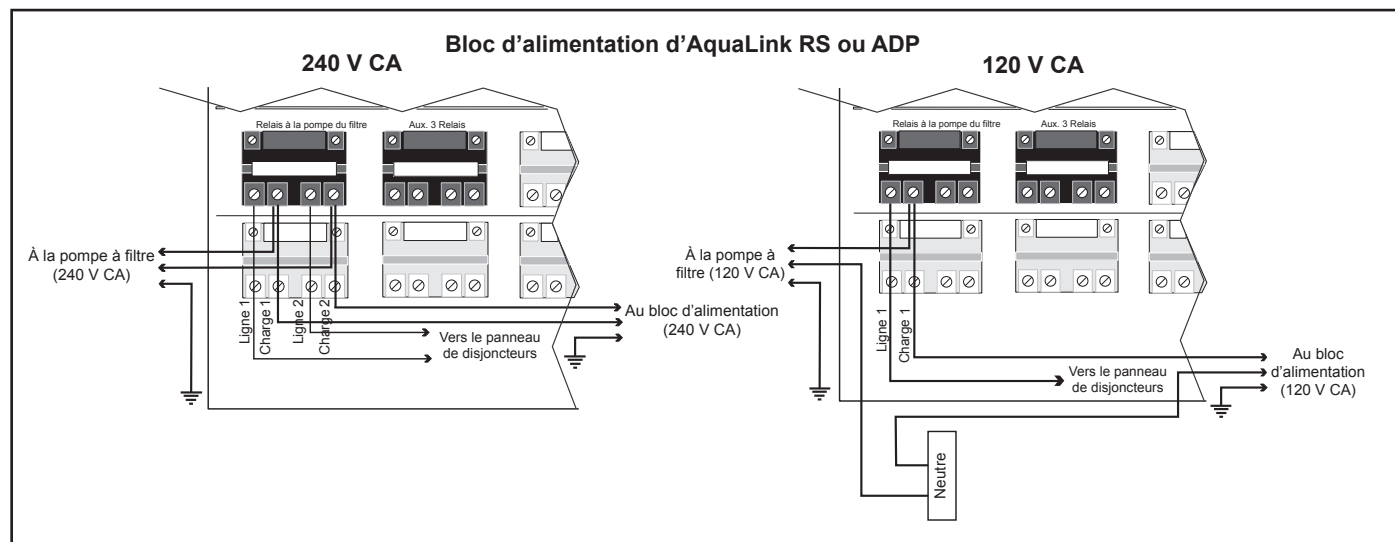

Figure 20. Câblage du bloc d'alimentation au AquaLink RS ou le bloc d'alimentation du PDA (240 V CA et 120 V CA)
6. Dans le tableau électrique de l'AquaLink® RS ou ADP, relier le bloc d'alimentation directement au CÔTÉ DEMANDE du relais de la pompe de filtration (Voir Figure 20).